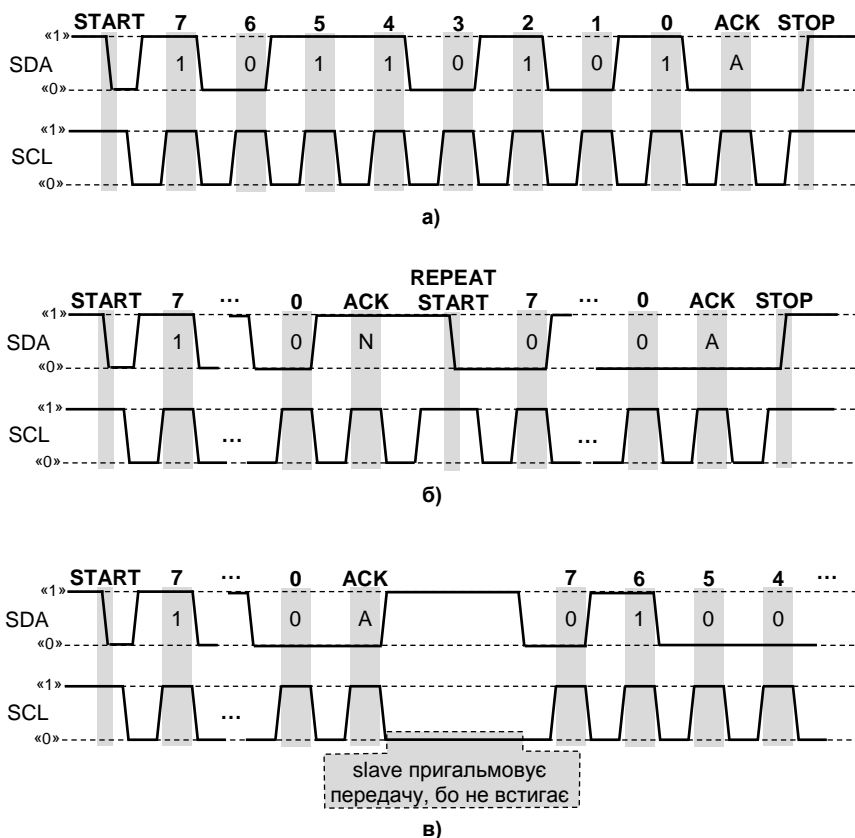

Рис. 4.29. Часові діаграми I²C-протоколу
Передача даних на лінії SDA відбувається послідовно біт за бітом, згідно поданих імпульсів на лінії SCL. Читання біту на лінії SDA здійснюється у момент, коли на синхролінії SCL присутній високий рівень «1». Тому протокол вимагає, щоб поки присутня «1» на синхролінії, сигнал даних SDA не змінювався. Передача байту даних здійснюється, починаючи зі старшого біту (рис. 4.29а). Синхронізацію на шині забезпечує головний пристрій, той що проявив ініціативу для обміну даних.
Сигнал **START** (S) розпізнається на шині за спадаючим фронтом сигналу SDA при високому рівні «1» на синхронії SCL (рис. 4.29).
Ще одним керуючим сигналом є «повторний старт» **REPEAT START** (Sr). За своєю формою (рис. 4.29б) він ідентичний сигналу **START**. Після сигналу **START** головний пристрій повинен передати адресний байт (7-бітна адреса + 1 біт напряму обміну) підлеглому
Після кожного переданого байту (адреси чи даних) слідує 9-й біт підтвердження **ACK** (від слова acknowledge). Той, хто прийняв байт, має видати на лінію даних SDA підтвердження ACK (A), тобто подати «0» на лінію (рис. 4.29). Наприклад, ми видали на лінію адресу пристрою, з яким хочемо здійснювати обмін. Якщо пристрій присутній, і він розпізнав свою адресу, тоді він це підтвердить (A), притиснувши лінію до землі («0»). Якщо пристрій відсутній, тоді на лінії ніхто не відгукнеться, і на ній буде присутній NACK (N), тобто високий рівень «1».
Якщо підлеглий пристрій не встигає обробити отриману від головного пристрою інформацію, тоді він може вносити паузи, виставляючи на синхронізації SCL низький рівень «0» (рис. 4.29в).